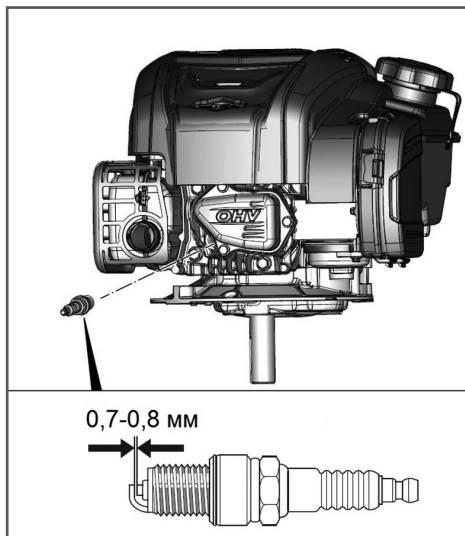

Рис. 22 Обслуживание свечи зажигания
4. Измерьте зазор между электродами свечи зажигания специальным щупом. Зазор должен быть 0,7-0,8 мм (Рис. 22). При необходимости, отрегулируйте зазор аккуратно подогнув/отогнув боковой электрод.